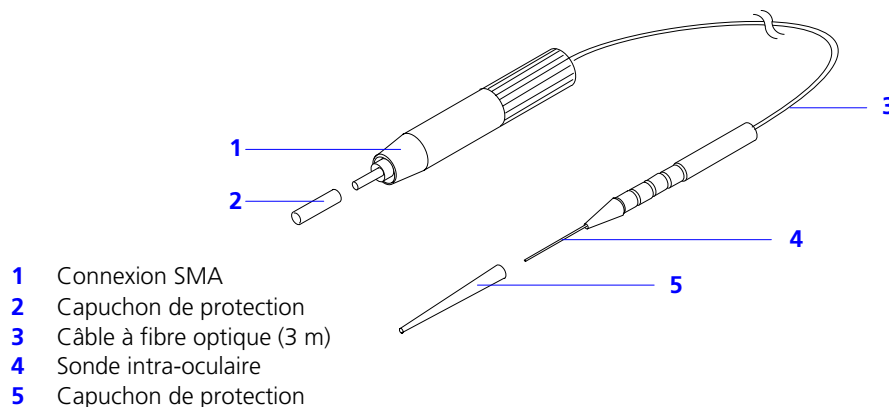

Fig. 36 Sonde intra-oculaire
Chaque sonde intra-oculaire est livrée dans un emballage stérile. La sonde est composée des pièces représentées sur la Fig. 36.
- Retirez le capuchon de protection (2, Fig. 36) de l'adaptateur du câble à fibre optique.
- Vissez le raccordement-SMA (1, Fig. 36) dans celui du câble à fibre optique-de la console (6, Fig. 14).